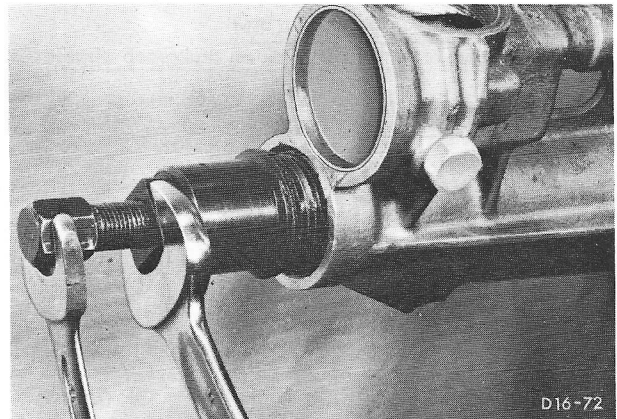

Fig.161 Startstuklagerbus met speciaal gereedschap uittrekken.
2. Draai Speciaal Gereedschap 16-006 met de centrale bout geheel teruggedraaid, in de oliekeerriing tot het gereedschap de keerriing goed pakt. Draai dan de centrale bout aan, waarbij de trekkerhuls met een steeksleutel wordt vastgehouden (fig.161).